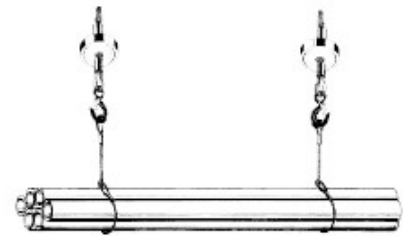

Fig.3
8. Nu utilizați 2 electropalane pentru a ridica o încărcătură (Fig. 3).